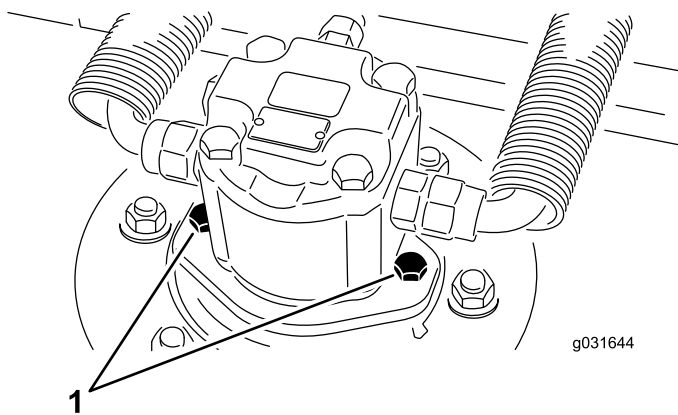

Рисунок 66
2. Выверните крепежные винты гидроцилиндра, отсоедините и снимите гидроцилиндр с деки (Рисунок 66).
4. Установите гидроцилиндр на деку при помощи крепежных винтов (Рисунок 66).